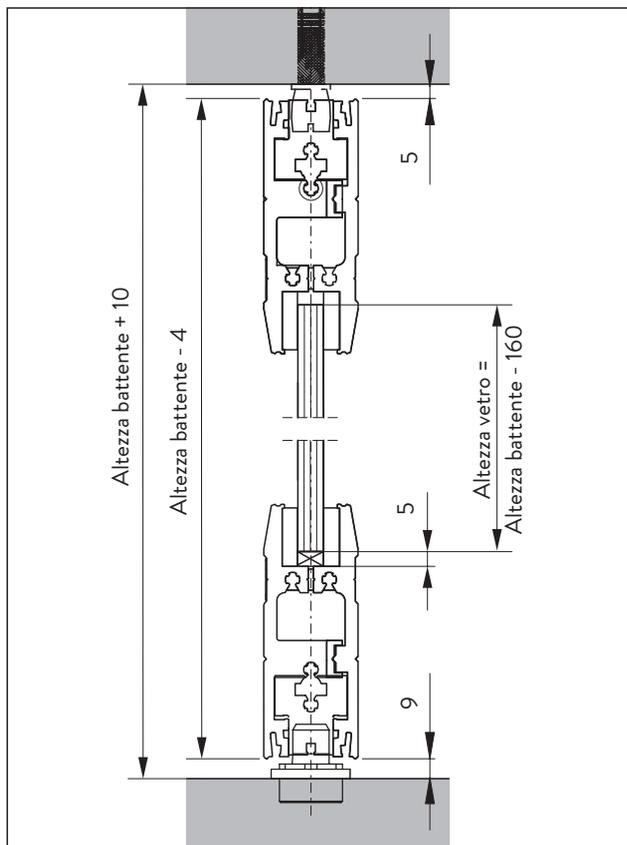

Fig. 17 Riduzione misure del battente senza profili di copertura
1. Prestare attenzione alla riduzione misure del battente (Fig. 17).